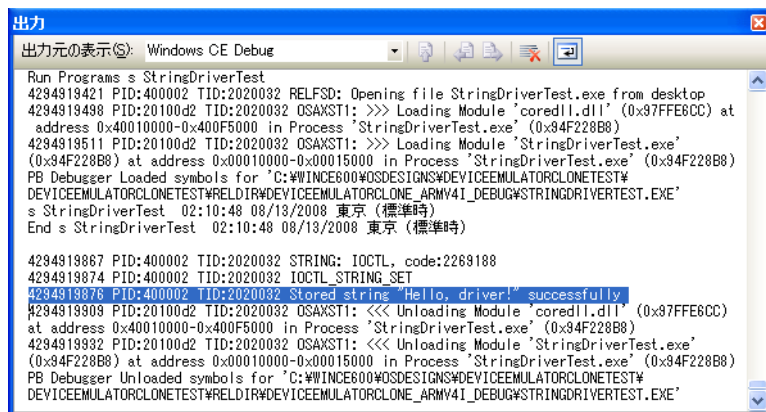

図 6-12 文字列ドライバからのデバッグメッセージ
9. アプリケーションを実行すると、[デバッグ] ウィンドウに [Stored String "Hello, driver!" Successfully] というメッセージが表示されます (図 6-12 参照)。